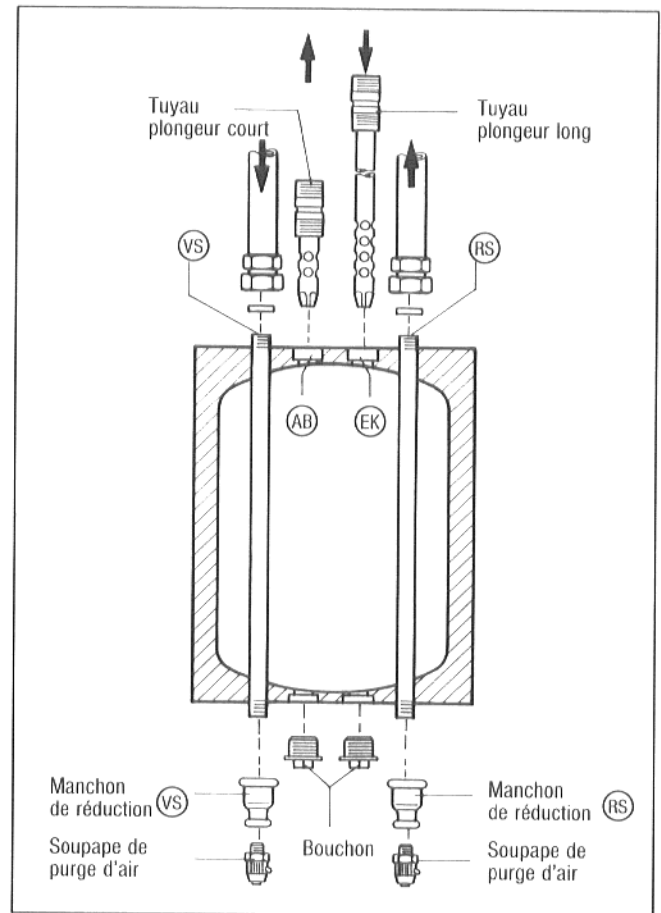
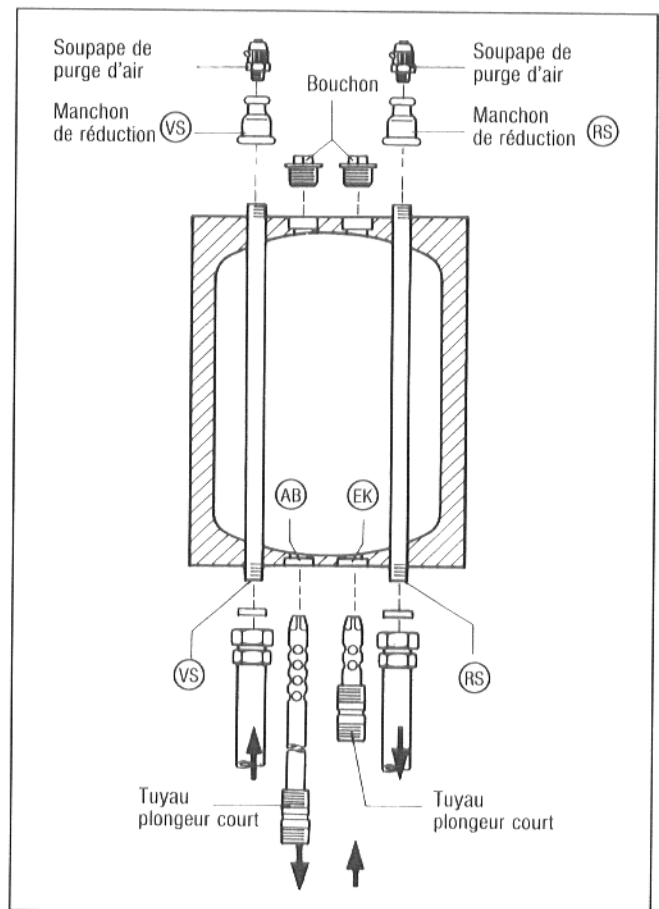

Fig. 5
Fig. 6
Selon le côté choisi, monter les accessoires de raccordement conformément à la fig. 5 ou à la fig. 6.
- Fixer par le **haut**, en assurant l'étanchéité, le tuyau plongeur long dans (EK) (fig. 5).
- Fixer par le **haut**, en assurant l'étanchéité, le tuyau plongeur court dans (AB) (fig. 5).
- Fixer par le bas, en assurant l'étanchéité, les manchons de réduction et les soupapes de purge d'air dans (VS) et dans (RS).
- Fixer par le bas, en assurant l'étanchéité, les bouchons dans (AB) et dans (EK) (fig. 5).
- Fixer par le **bas**, en assurant l'étanchéité, le tuyau plongeur long dans (AB) (fig. 6).
- Fixer par le **bas**, en assurant l'étanchéité, le tuyau plongeur court dans (EK) (fig. 6).
- Fixer par le haut, en assurant l'étanchéité, les manchons de réduction et les soupapes de purge d'air dans (VS) et dans (RS).
- Fixer par le haut, en assurant l'étanchéité, les bouchons dans (AB) et dans (EK) (fig. 6).
- Fermer l'arrivée d'eau froide. Vidanger le préparateur en débranchant le tuyau de raccordement ou en dévissant le bouchon EK/EL (fig. 5 et 6).